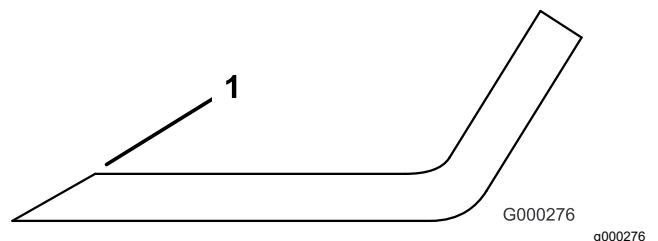

图 77
3. 检查所有刀片的刀刃如果已经变钝或出现裂口应打磨刀刃图 77。
注意 仅打磨刀刃的边缘并保持最初的切割角度以保证锋利度图 77。如果从两片刀刃上磨掉相同量的金属刀片会保持平衡。